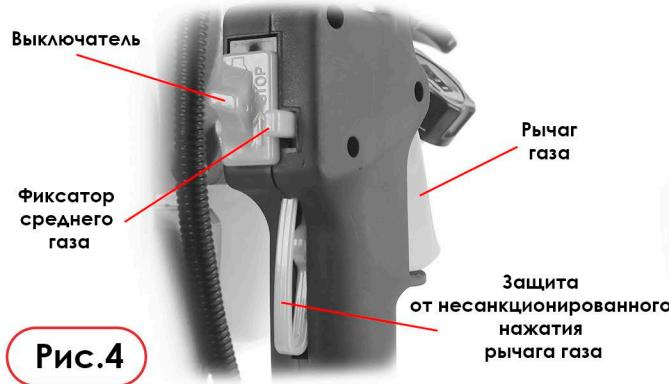

Рис.4
3. Установите выключатель, расположенный на ручке управления в положение «ON» (опустите вниз) (Рис. 4).